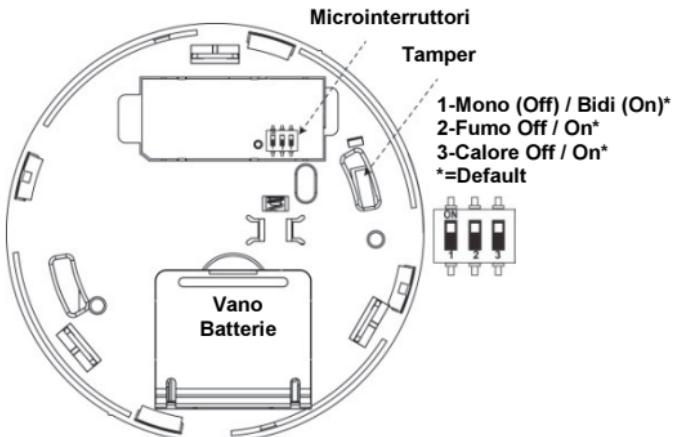

Figura 8: Vista posteriore, Tamper, vano batteria e microinterruttori
- Aprire il vano batterie (vedi Figura 8).